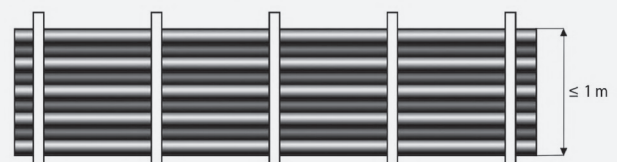

Figura 11. Almacenaje de tuberías
- No almacenar en arrumes de más de 1m de altura. (Ver Figura 11).